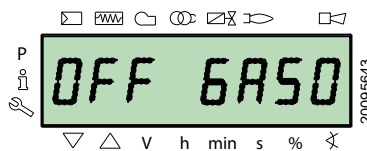

Рис. 41
- жидком топливе **OFF GAS0** (Рис. 41)